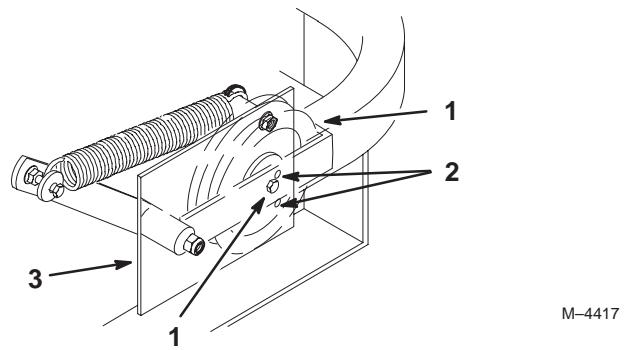

Figure 75
**Important** Vérifiez que la courroie est bien en place dans les guides avant et arrière (Fig.75).
4. Vérifiez la tension de la courroie. Le boulon central de la poulie de tension rappelée par ressort doit se trouver près du trou d'alignement supérieur de la plaque de support gauche (Fig.75).